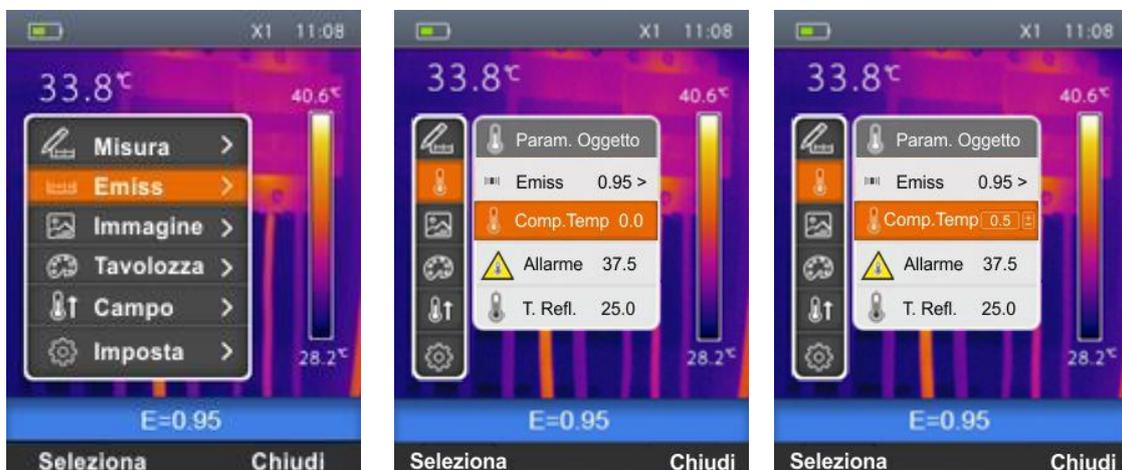

Fig. 19: Impostazione compensazione temperatura sullo strumento
1. Selezionare la voce “Emiss” con i tasti  $\oplus$  o  $\ominus$  e premere il tasto . La videata di Fig. 19 - Parte centrale è mostrata a display
- Usare i tasti  $\oplus$  o  $\ominus$  per selezionare la voce “Comp.Temp” e premere il tasto “Seleziona”. La videata di Fig. 19 – destra è mostrata a display.